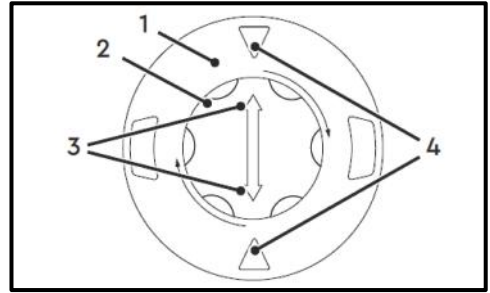

Рис. 12
- Обертаючи натисну кнопку (2), сумістіть стрілки (3) з трикутними стрілками (4) на корпусі котушки (1) (Рис. 12).